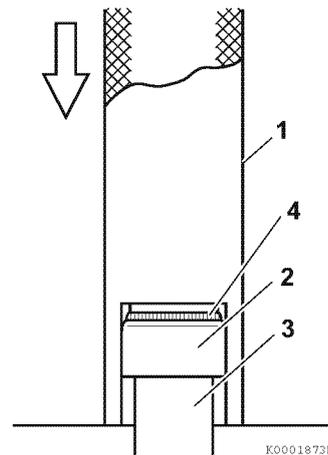

Figure 6-32
1. Graissez la lèvre du joint de la tige de la soupape (2, **Figure 6-32**). À l'aide de l'outil d'installation des joints de tige de soupape (1, **Figure 6-32**), installez un joint de tige neuf sur chacun des guides de soupape (3, **Figure 6-32**).